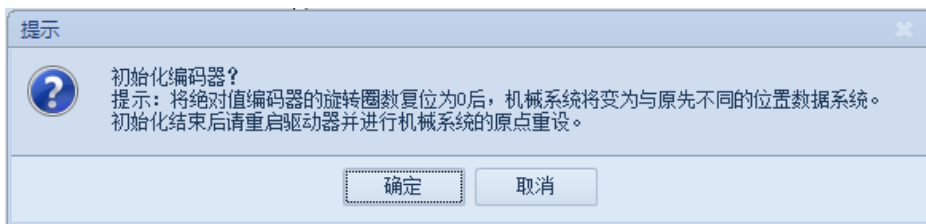

图 10-1 绝对值编码器初始化询问对话框
1. 点击<其他>→<编码器复位>，弹出绝对值编码器初始化询问对话框（图 10-1）。